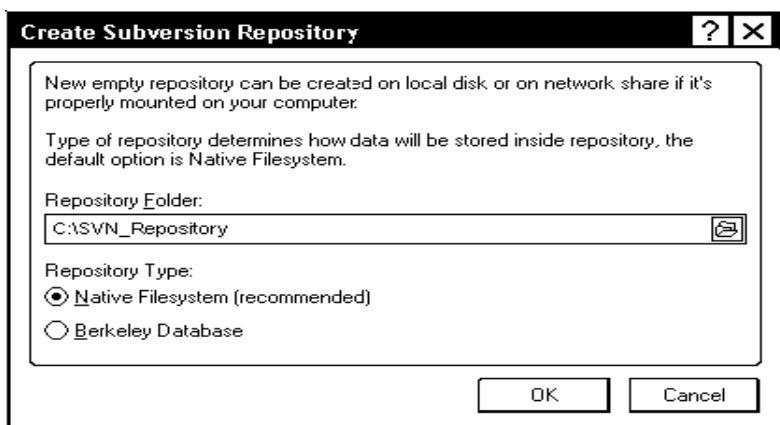

Рис. 12.3. Окно формирования депозитария системы контроля версий
1. Для образования новой базы данных системы контроля версий щелчком правой кнопки мыши в панели **Storage Manager** необходимо вызвать контекстное меню и указать в нем команду **Create Repository**. Откроется диалоговое окно **Create Subversion Repository** (рис. 12.3).